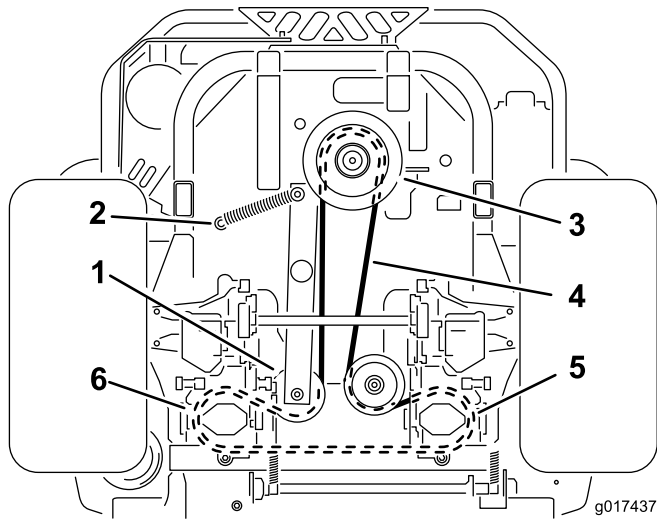

Bild 61
4. Heben Sie die Maschine an und stützen Sie sie mit Achsständern ab (Bild 61).
6. Entfernen Sie die Spannscheibenfeder von der Strebe (Bild 61).